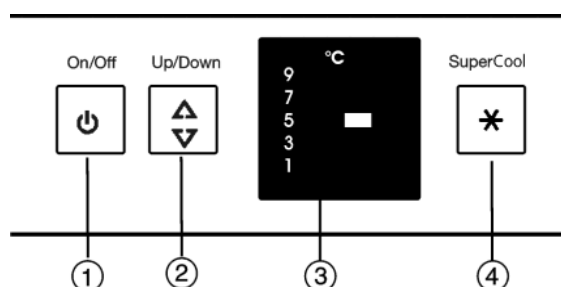

Fig. 2
- ▶ Нажмите кнопку On/Off Fig. 2 (1).
- ▶ Вызов регулировки температуры: один раз нажмите кнопку настройки Fig. 2 (2).